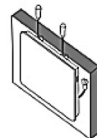

Fig. 4
4. Utilizzare le due viti (rimosse in precedenza) per fissare il pannello di riscaldamento alla parte superiore del telaio. (Fig. 4)
- C) Selezionare "Heater", come mostrato in **Fig. 4**.